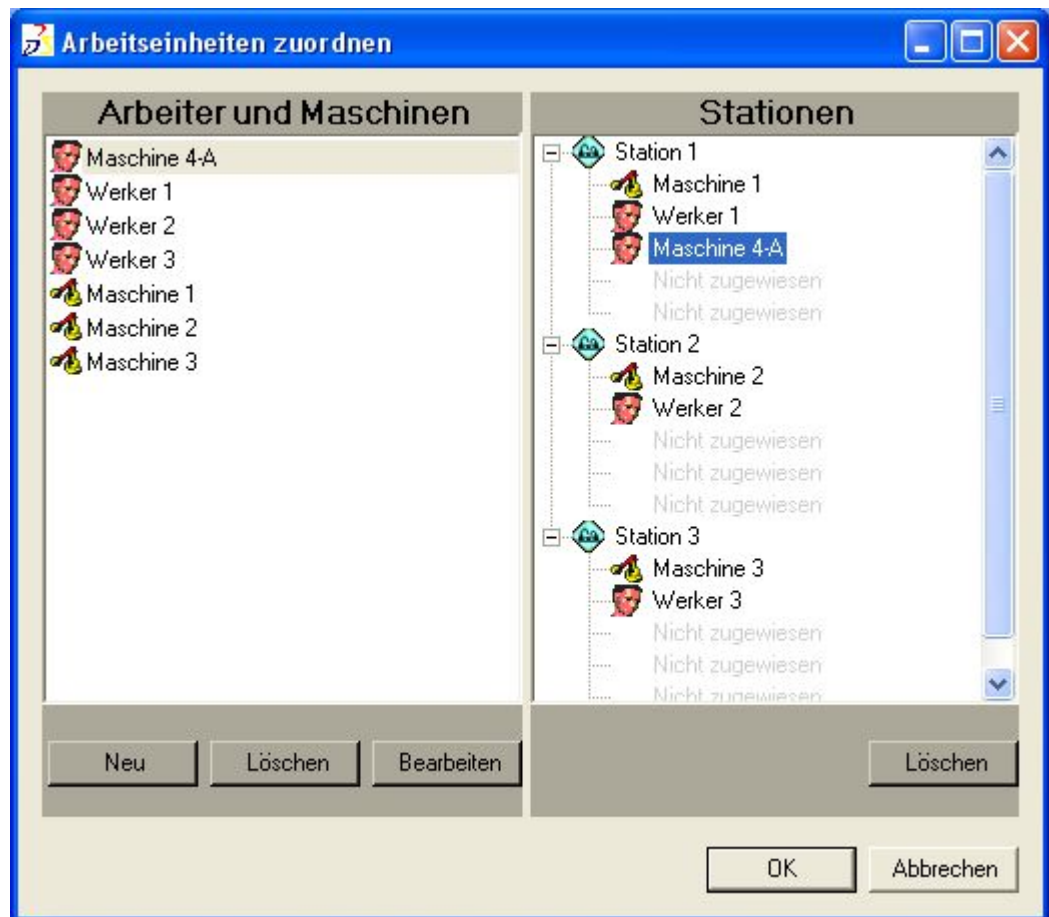

Abbildung 159: Fensterbereich Stationen – Button Löschen
- Im ersten Schritt löschen Sie die Verknüpfung der **Maschine-4A** – siehe Abbildung 159.